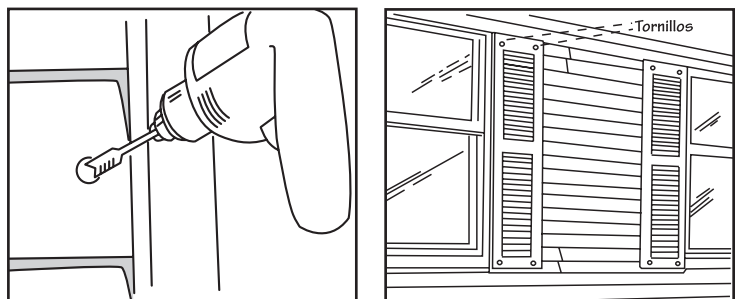

Figura 75.
- Usando las marcas de los agujeros como guía, taladre los agujeros de dilatación a través del revestimiento en donde se ubicarán los tornillos de sujeción, por lo menos  $\frac{1}{4}$ " más grandes que el diámetro del tornillo (Figura 75).